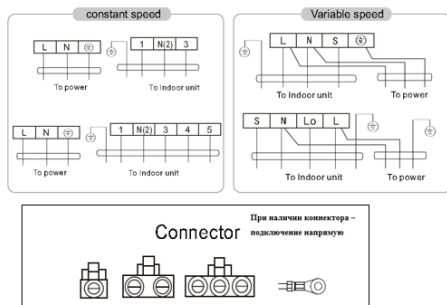

Рис. 21 Подключение наружного блока.
- Подключите соединительные провода устройства отдельно к соответствующим клеммам (рис. 21).